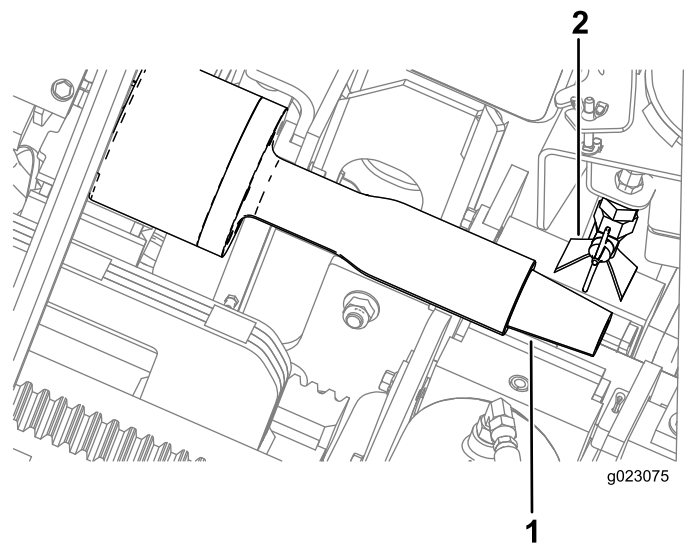

Figura 79
2. Avance o sistema de translação à posição inferior na lança e aplique lubrificante de roscas na rosca do mandril. Em seguida, recue novamente o sistema de translação à extremidade superior da lança (Figura 79).